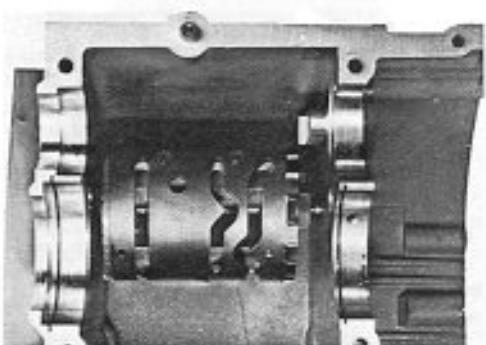

Fig. 163
- Togliere la vite a testa esagonale e rimuovere la leva fermamarce, con relativa rondella e boccola (Fig. 163).
- Undo the hex - headed screw and remove the detent arm with washer and sleeve (Fig. 163).